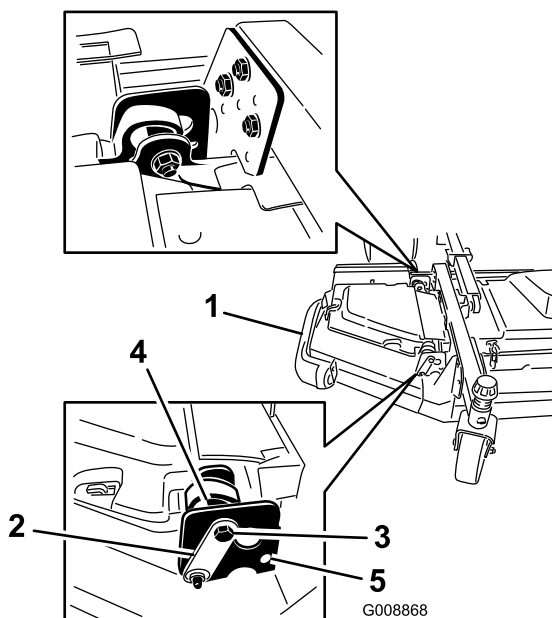

図 4
4. 前後のストップボルトを、上の穴と偏芯ナットに通す 図 4。